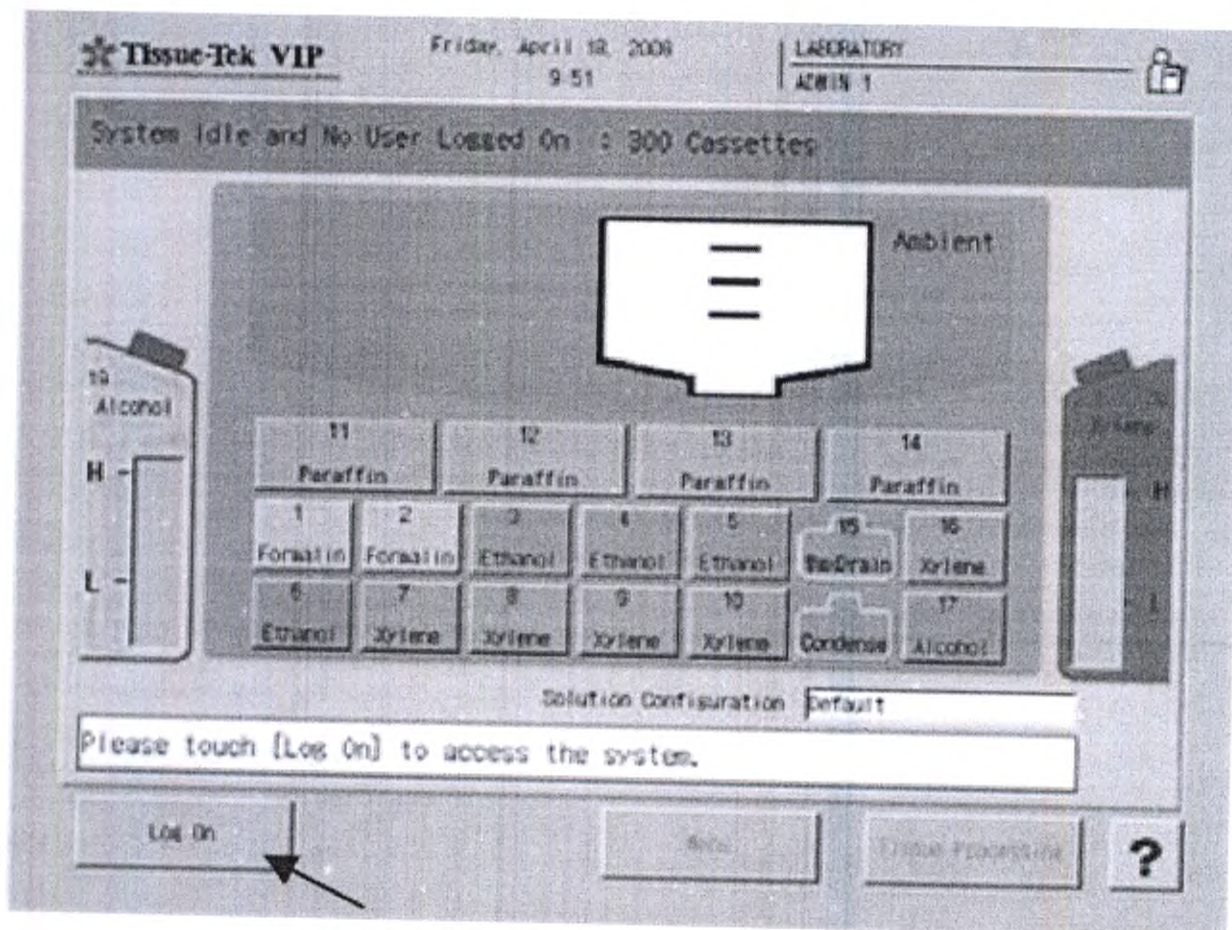

Рис. 25 Панель управления, кнопка «Войти»
3. В главном меню нажмите кнопку «Log On» (Войти) (Рис. 25):